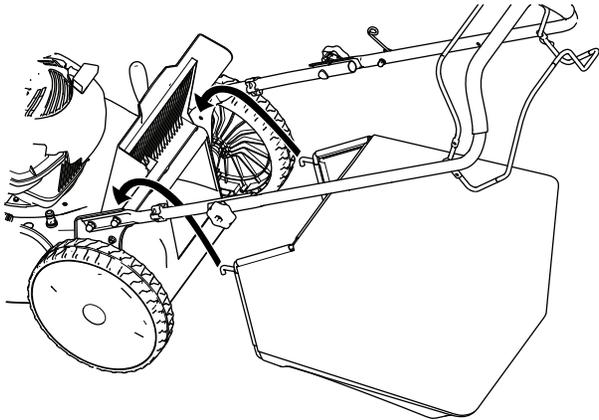

Figure 18
3. Montez le bac à herbe en veillant à placer les ergots dans les crans du guidon (Figure 18).
1. Soulevez le déflecteur arrière et gardez-le dans cette position (Figure 18).